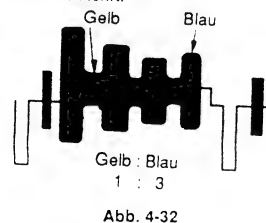

Abb. 4-32
(3) Abgleich der Blau-Matrix (Abb. 4-32 bis 4-36)